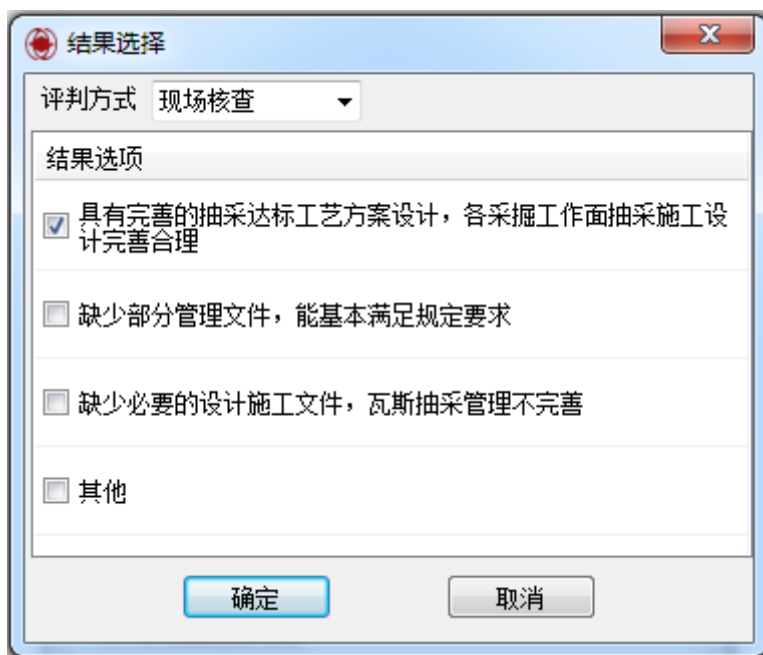

图 4-8 抽采达标工艺方案设计和采掘工作面施工设计结果对话框
2. 点击“确定”将出现图 4-8 所示抽采达标工艺方案设计和采掘工作面施工设计结果对话框。